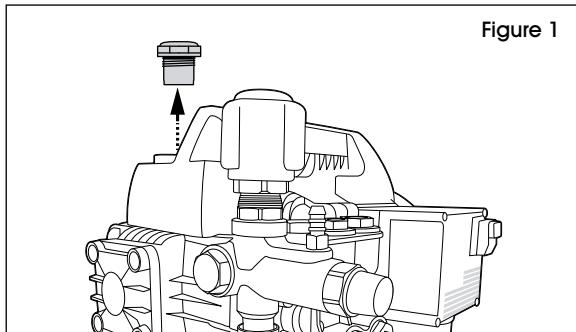

Figure 1
1. Enlevez le bouchon d'expédition rouge comme indiqué. (Voir Figure 1)